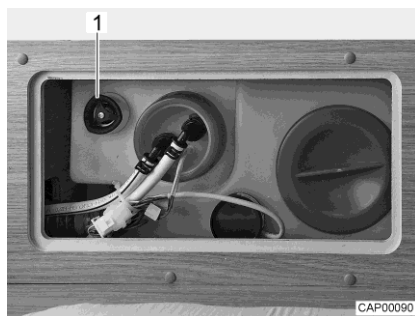

Bild 95 Vattentank med ratt
- Vrid ratten (Bild 95,1) på vattentanken medurs till stoppläget.
- Vrid ratten (Bild 95,1) på vattentanken moturs till motståndet. Vattnet rinner ut tills ca 20 liter är kvar.